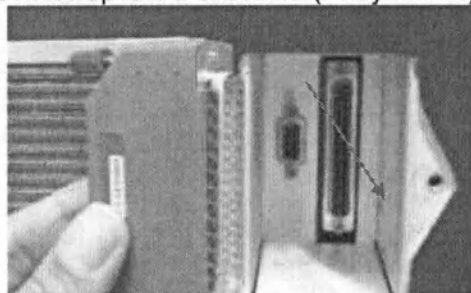

Рисунок 24. Выравнивание штырей с их портом
- Установите штекер новейшего производства, убедившись в том, что контактные штыри соответствуют их портам в системе (Рисунок 24).